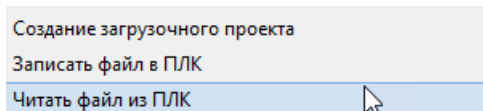

Рисунок 5.25
- Идентификатор** – введите MAC-адрес ПЛК (указан на корпусе ПЛК, а также см. рисунок 5.25);